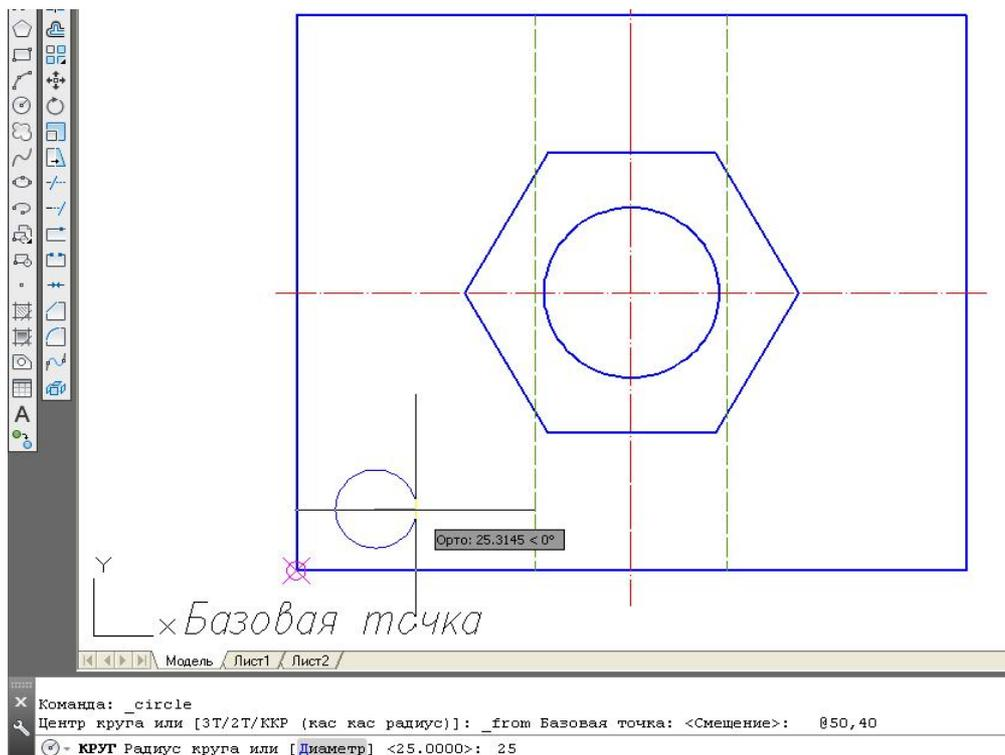

Рис. 65. Использование привязки *Смещение*
3.5. Выполнить крайнюю окружность радиусом 25 мм, как элемент будущего массива, с помощью команд *Рисование* → *Круг* → временная привязка *Смещение*  → ЛКМ на базовой точке (см. рис. 65) → @50,40 ↵ → 25 ↵.
– внутреннюю рамку чертежа вычертить с помощью команды **Прямоугольник** (**Слой 1**). Отвечая на первый запрос ввести координаты 20,5. Вторую точку прямоугольника ввести с помощью относительных координат. Для этого использовать привязку **Смещение**  (см. подр. 5.5 и рис. 65) и на запрос о базовой точке указать верхний правый угол внешней рамки чертежа, далее на вопрос о величине отступа ввести значение @-5,-5.